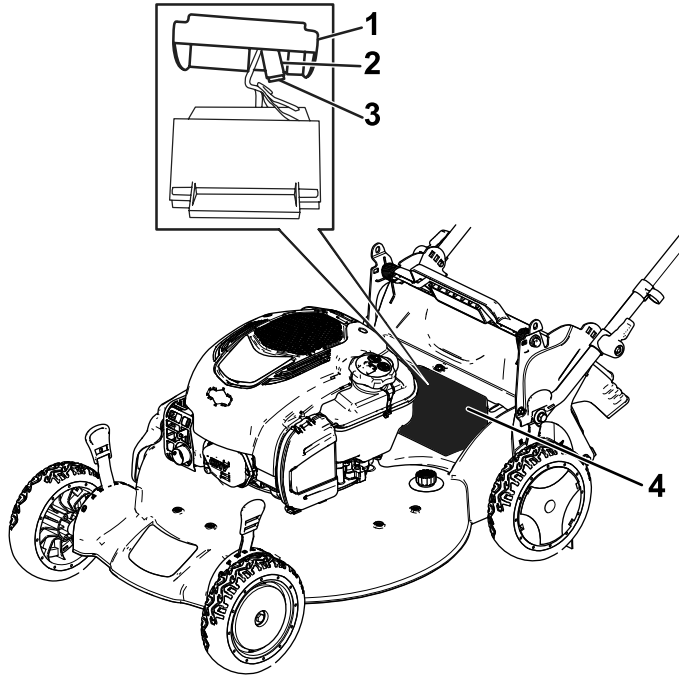

Figura 36
1. Retire la tapa del compartimento de la batería (Figura 36).
2. Retire la batería y localice el fusible (Figura 36).
3. Cambie el fusible del portafusibles (Figura 36).
4. Instale la tapa sobre el compartimento de la batería (Figura 36).